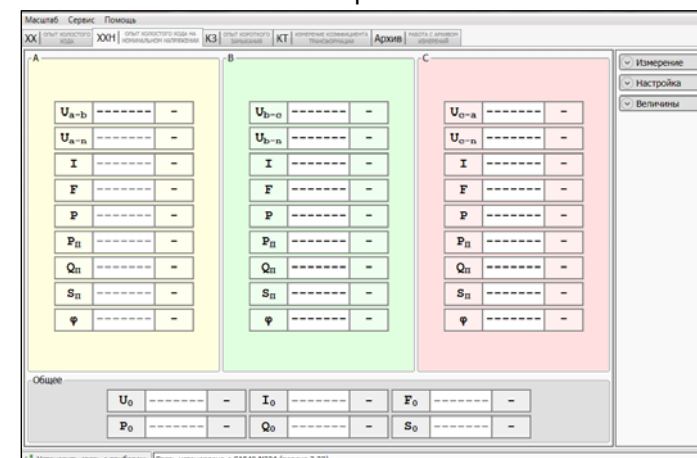

Рисунок 7.17
4) Перейти на вкладку  "XXH | Опыт холостого хода на номинальной нагрузке", для чего щелкнуть по ней (рисунок 7.17)
6) Развернуть поле "Настройка", для чего щелкнуть по кнопке  "Настройка" (рисунок 7.17).